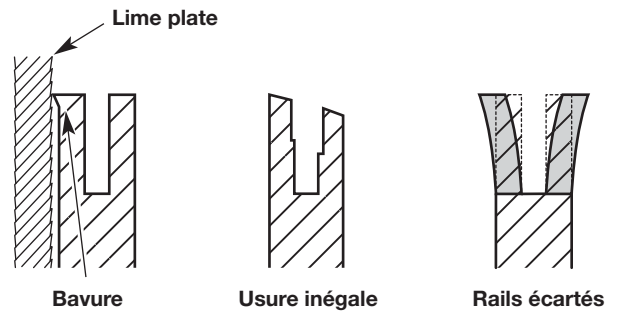

Fig. 46
3. Vérifiez fréquemment la tige de guidage afin d'y déceler des signes de dommages (Fig. 46). L'usure irrégulière et l'ébarbage des rails de guidage (les nervures de chaque côté de la rainure de la tige) sont des processus normaux d'usure de la tige de guidage. Ces défauts doivent être limés dès qu'ils se produisent (Fig. 46). Une tige de guidage avec les défauts suivants doit être remplacée :